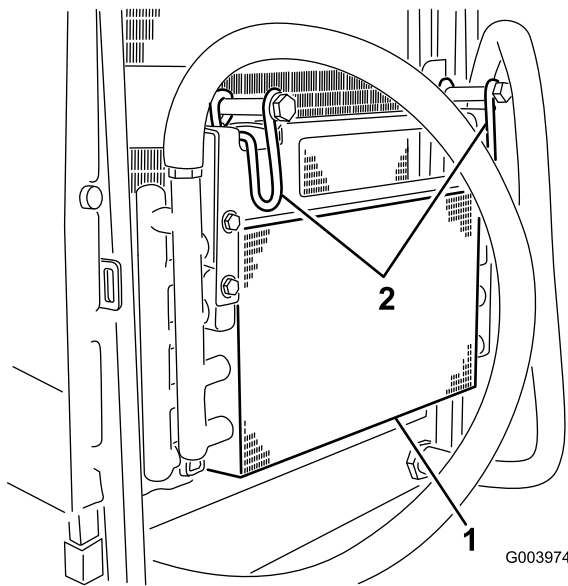

Bild 60
6. Drehen Sie den Riegel nach innen, um den Ölkühler zu lösen (Bild 60).